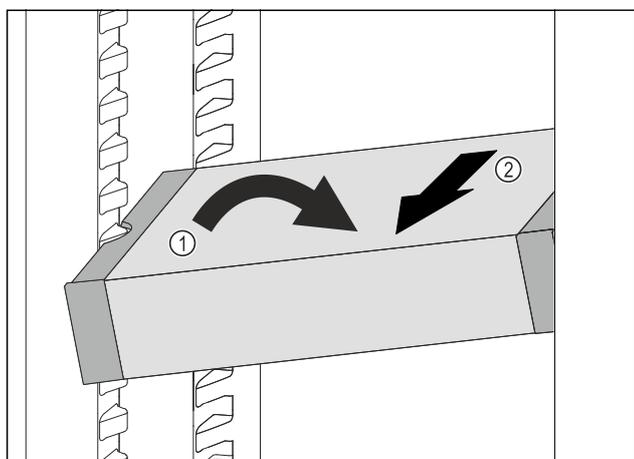

Fig. 129
- ▶ Impostare il vano frigorifero di VarioSafe ad angolo. Fig. 129 (1)
- ▶ Rimuovere VarioSafe tirando in avanti. Fig. 129 (2)